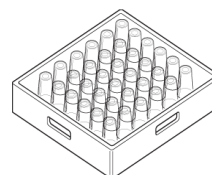

Abb. 23
- 4- Die Tassen und Gläser müssen nach unten gerichtet sein. (Abb. 23)